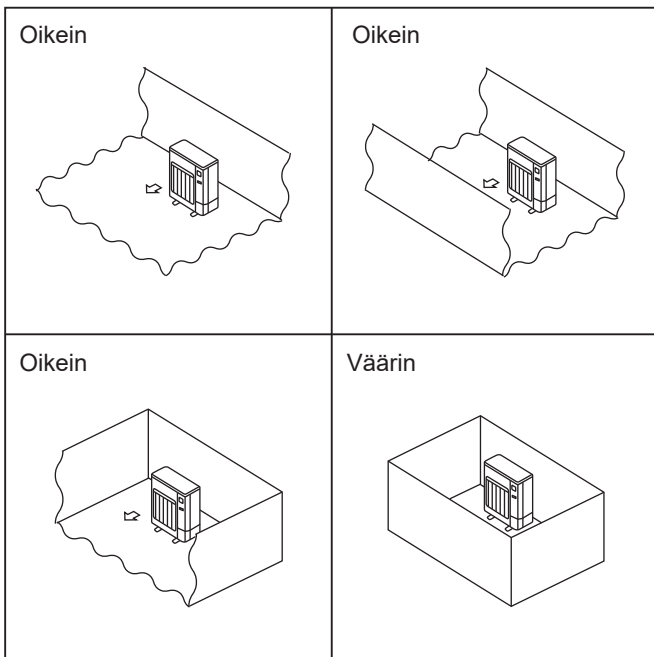

Fig. 2-1
- © Asenna ulkoyksiköt paikkaan, jossa vähintään yksi neljästä sivusta on avoin. Asennuspaikan on oltava riittävän suuri, eikä siinä saa olla syvennyksiä. (Fig. 2-1)